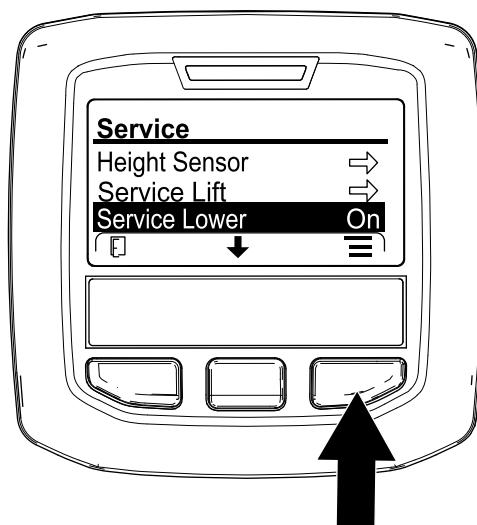

Рисунок 178
6. Нажимайте среднюю кнопку инфо-центра, пока не будет выбрана опция SERVICE LOWER (ОПУСКАНИЕ ДЛЯ ОБСЛУЖИВАНИЯ) (Рисунок 178), нажмите правую кнопку.